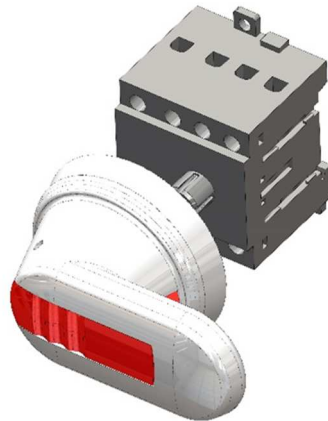

Fig. 4-4 Sectionneur verrou de porte de l'unité de combustion
- 9) Mettre le sectionneur-verrou de la porte de l'unité de combustion en position "1" (Fig. 4-4).